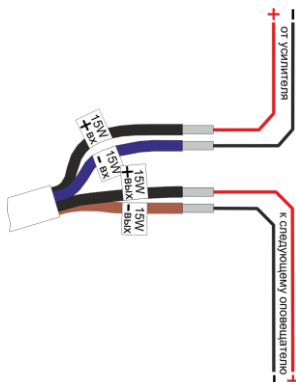

Рис.2 Схема подключения оповещателя
- к 4-х проводному жгуту подключить согласно схеме подключения внешние линии (см. рисунок 2).